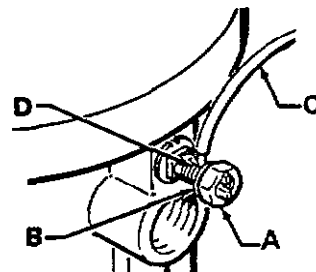

Fig 1
Per collegare la pompa alla terra, allentare il contro-dado del morsetto di messa a terra (A) e la rondella (B). Introdurre un'estremità del tubo di messa a terra (C) di calibro 12 minimo nell'orificio del morsetto (D) e serrare saldamente il contro-dado. Vedi Fig 1.